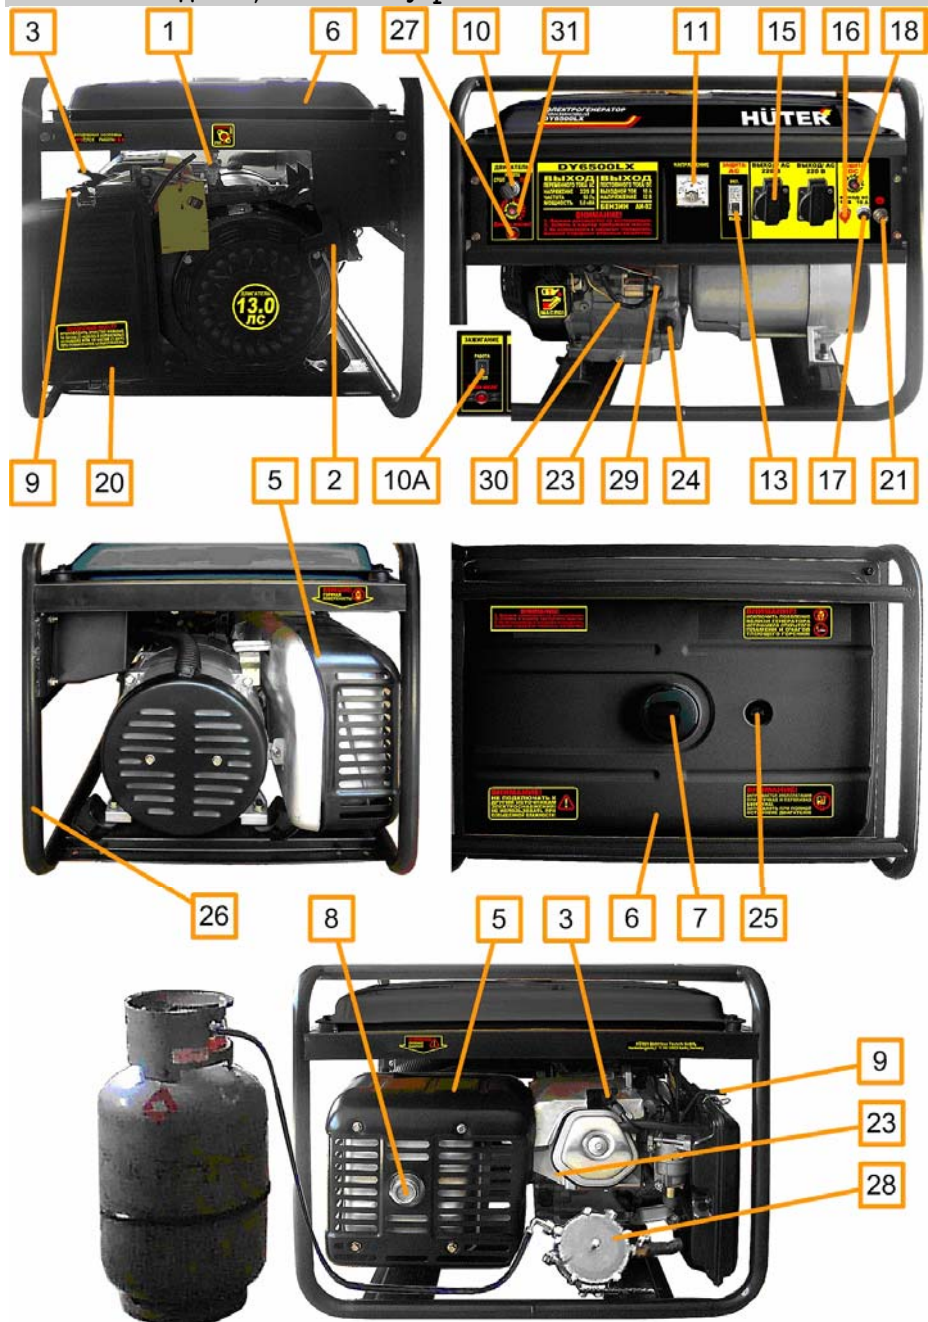

Рис. 1.
4.1. Перечень составных частей изделия (рис. 1).
5.3.1. Вывинтить шуп поз. 24 (рис. 1) и залить в картер масло соответствующего типа (таблица 2 п. 8) до нижнего края горловины. Вставить чистый сухой шуп в горловину картера и вынуть его. Проверить уровень масла: граница смоченной области шупа должна располагаться между отметками минимального и максимального уровня.
При установке генератора следует подключить к резьбовой клемме поз. 21 (рис. 1) проводник заземляющего устройства, удовлетворяющего требованиям раздела 10: «Обеспечение требований безопасности».
5.5.1. В качестве топлива используется бензин марки АИ-92, а также бытовой сжиженный баллонный газ: пропан и пропан бутан, в случае установки газовой системы питания поз. 28 (рис. 1), см. также рис. 11.
5.5.4. Установить лоток аккумуляторной батареи GG-H650-M22-E в соответствии с рис. М каталога запасных частей. Подключить провода аккумуляторной батареи поз. GB1 (Приложение 1) к клеммам поз. 29, 30 (рис. 1), строго соблюдая указанную полярность.
5.6.1. Отключить все потребители переменного тока от генератора, переведя рычаг автоматического выключателя поз. 13 (рис. 1) в отключенное положение «0», отсоединить потребители постоянного тока от клемм поз. 16, 17 (рис. 1).
5.6.2. При использовании бензина открыть топливный кран поз. 1 (рис. 1) при закрытом вентиле газового баллона, см. также рис. 3, или открыть вентиль газового баллона при закрытом топливном кране поз. 1 (рис. 1) в случае использования газа.
5.6.3. При использовании бензина перевести рычаг управления воздушной заслонкой поз. 9 (рис. 1) в крайнее левое положение при пуске холодного двигателя и в промежуточное положение при пуске прогретого двигателя. При использовании газа нажать на несколько секунд кнопку в центре регулятора поз. 1 (рис. 11) для заполнения впускной трубы газом, затем отпустить кнопку.
5.6.4. Перевести выключатель двигателя поз. 10, 10А (рис. 1) в отключенное положение «0» или «СТОП».
5.6.5. Плавно вытянуть до упора трос ручного стартера за ручку поз. 2 (рис. 1) и вернуть в исходное положение см. также рис. 2.
5.6.6. Перевести выключатель двигателя поз. 10, 10А (рис. 1) во включенное положение «1» или «РАБОТА».
стартера производится поворотом ключа выключателя поз. 10 (рис.1) в крайнее правое положение «ПУСК». Сразу после пуска двигателя отпустить ключ выключателя для обеспечения его самовозврата в среднее положение. При срабатывании защиты поз. 31 (рис. 1) нажать сброс после остывания автоматического выключателя.
5.6.8. При работе на бензине после прогрева двигателя в течение времени около 10-40 секунд, в зависимости от начальной температуры, перевести рычаг заслонки поз. 9 (рис. 1) в крайнее правое положение, если при этом двигатель работает неустойчиво вернуть рычаг заслонки поз. 9 в прежнее положение и обеспечить завершение прогрева.
5.6.9. Подключить к разъемам генератора потребители, соответствующие требованиям раздела 10: «Обеспечение требований безопасности». Полная (сумма активной и реактивной) мощность всех подключаемых потребителей в стационарном режиме не должна превышать значений номинальной мощности, указанных в Таблице 1 п. 3. Не допускается длительное превышение номинальной мощности более, чем на 10% свыше номинального значения. Включить автоматический выключатель поз. 13 (рис. 1), установив его рычаг управления в положение «1».
5.7.1. При работающем генераторе отключить автоматический выключатель поз. 13 (рис. 1), отсоединить потребители постоянного тока от клемм поз. 16, 17 (рис. 1).
5.7.2. Перевести выключатель двигателя поз. 10, 10А (рис. 1) в отключенное положение «0» или «СТОП».
5.7.3. Закрывать топливный кран поз. 1 (рис. 1), см. также рис. 4, закрыть вентиль газового баллона.
6.1. Наличие и величина напряжения переменного тока индицируется и измеряется вольтметром поз. 11 (рис. 1).
6.2. Причиной отсутствия напряжения при работающем генераторе может служить срабатывание автоматических выключателей защиты цепей от перегрузки поз. 13, 18 (рис. 1). В этом случае следует устранить причину перегрузки и нажать кнопку или клавишу сброса соответствующего автоматического выключателя после его остывания.